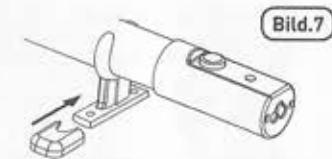

Bild.7
- Sätt gummiskydd på fästena ben för att öka stabiliteten [Bild 7].